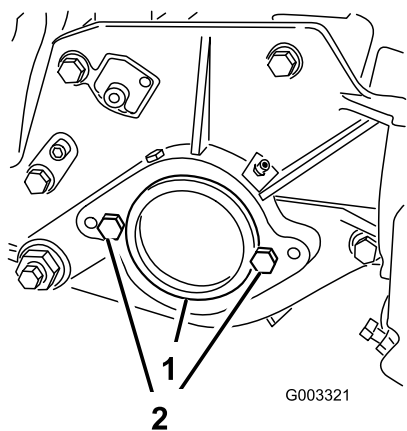

図 7
2. カuttingユニット右側のベアリング・ハウジングについているプラスチック製のプラグを外す（図 7）。
3. 右側サイドプレートからキャップスクリュ2本を取り外す（図 7）。
5. カuttingユニットの左側サイド・プレートに、リール・モータ取り付け用のキャップスクリュ2本を仮止めする（図 7）。